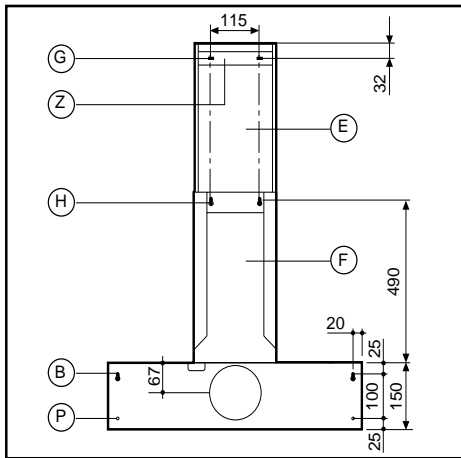

Fig.2
Make 4 holes (B-P) according to the measurements indicated in fig. 2. For the various assembly operations, use screws and anchors suitable for the type of wall (eg., concrete, plasterboard, etc.)
Hang the hood on the wall using the two holes (B) fig. 2.
Make four holes (G-H) according to the measurements indicated in fig. 2
Secure the bracket (Z) to the wall fig. 2
Hang the pipe fitting (F) using the 2 holes (H) fig. 2
Unter Beachtung der auf den **Abbildungen 2 und 3** angegebenen Werte 4 Bohrungen (B – P) ausführen **Abb. 2**.
Bei den verschiedenen Montagen für die Art der Wand (z. B. Zement, Rigips usw.) geeignete Schrauben und Spreizdübel verwenden. Die Haube unter Verwendung der beiden Bohrungen (B) auf **Abb. 2** der Wand anbringen.